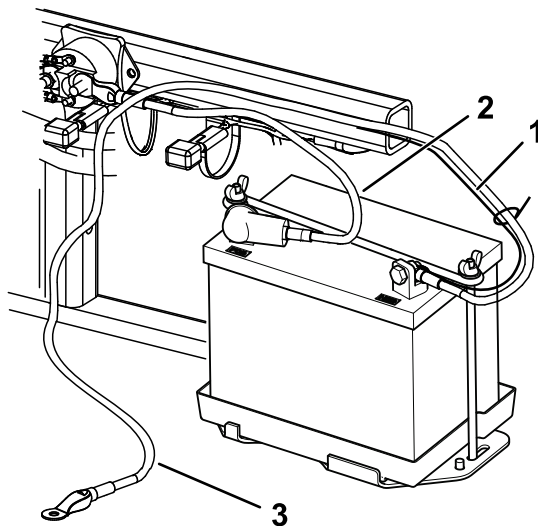

Figura 6
2. Fixai cablul pozitiv (rou) la borna pozitivă (+) cu un urub ( $\frac{1}{4} \times \frac{5}{8}$ ") i o contrapiuliă (Figura 6).
3. Fixai cablul scurt, negru i cablul negativ (negru) la borna negativă (-) a bateriei cu un urub ( $\frac{1}{4} \times \frac{5}{8}$ ") i o contrapiuliă ( $\frac{1}{4}$ ") (Figura 6).